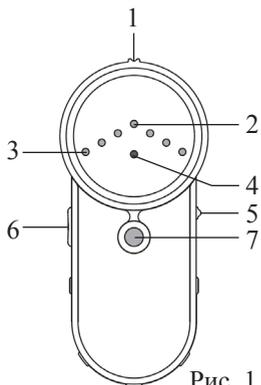
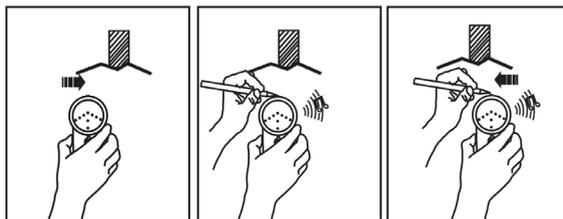

Рис. 1
Рис. 2
* *Примечания. Разметка может быть осуществлена с использованием паза 1 (см. рис. 1) с помощью ручки или маркера (см. рис. 2).*